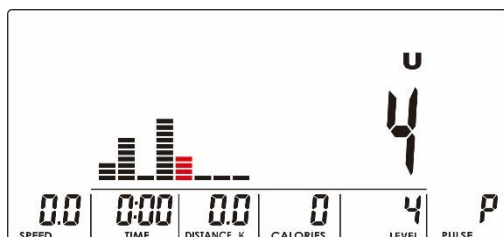

Bild 16
2. Använd UPP eller NER (kodare) för att skapa en användarprofil (Bild 16). Det finns totalt 8 kolumner, användaren kan justera varje kolumn (belastningsnivå). Användaren kan hålla nere MODE / ENTER i 2 sekunder för att avbryta.